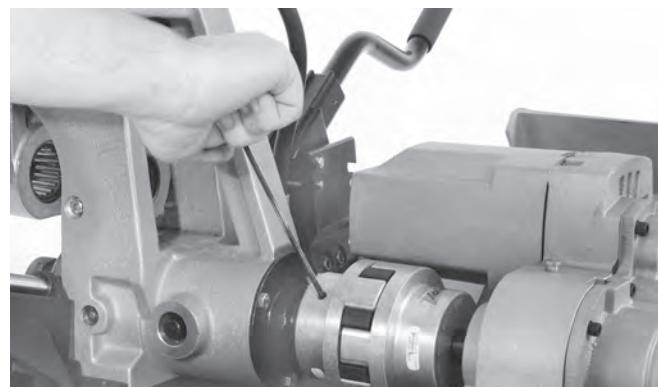

Figura 23 – Afloje los dos tornillos en el acoplamiento de la transmisión
1. Con la llave hexagonal de $3/16"$, afloje los dos tornillos en la mitad delantera del acoplamiento de la transmisión (*Figura 23*).
3. Con la llave hexagonal de $\frac{3}{16}$ ", afloje los dos tornillos en la parte delantera del acoplamiento de transmisión (*Figura 23*).